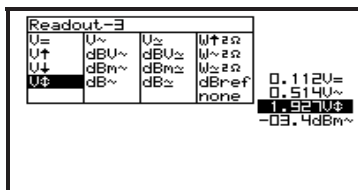

Рис. 8
- Используя курсорные кнопки, выделите требуемую измерительную функцию для третьего параметра (рис. 8).